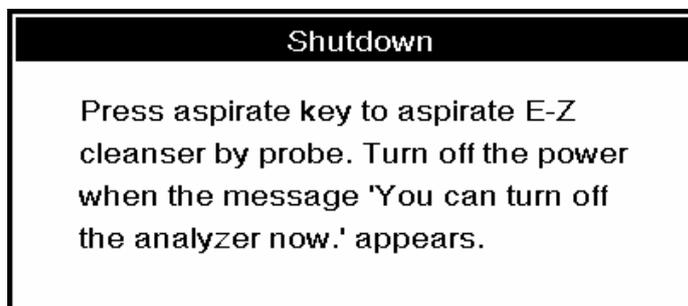

Abbildung 6-21 “Herunterfahren”-Fenster
**KLICKEN** Sie auf **“Enter”**. Es erscheint ein Fenster mit der Anleitung zum Abschalten des Analysators, wie in Abbildung Abbildung 6-21 dargestellt;